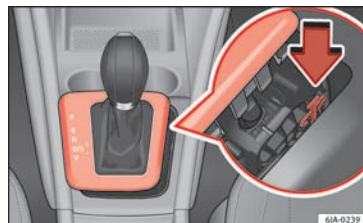

Fig. 44 Nødoplåsning af gearvælgerlås
- Tryk den gule kunststofdel i pilens retning med en finger » Fig. 44.